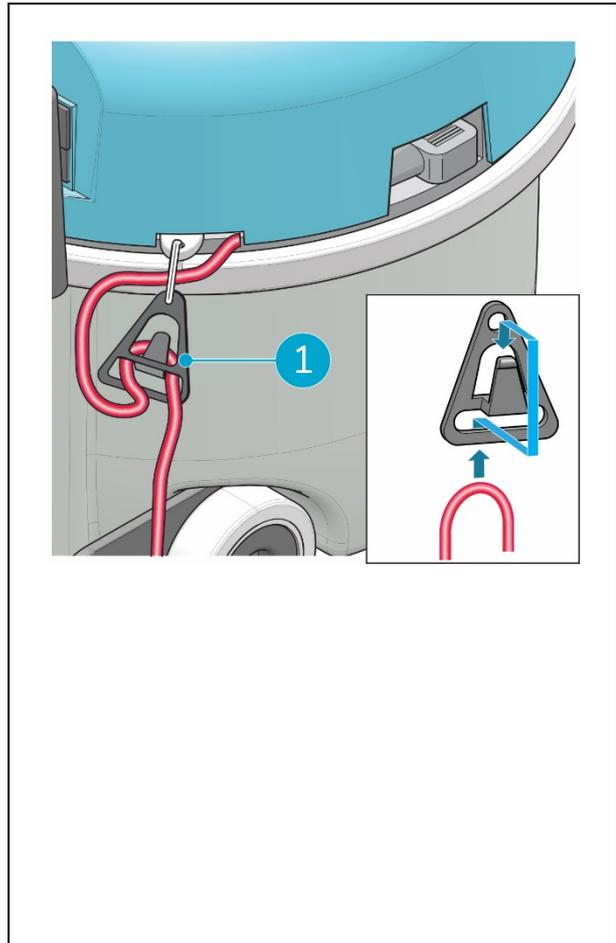

Abbildung 17
1. Prüfen Sie, ob das Netzkabel richtig in der Zuentlastung sitzt (Abb. 17, Pos. 1).